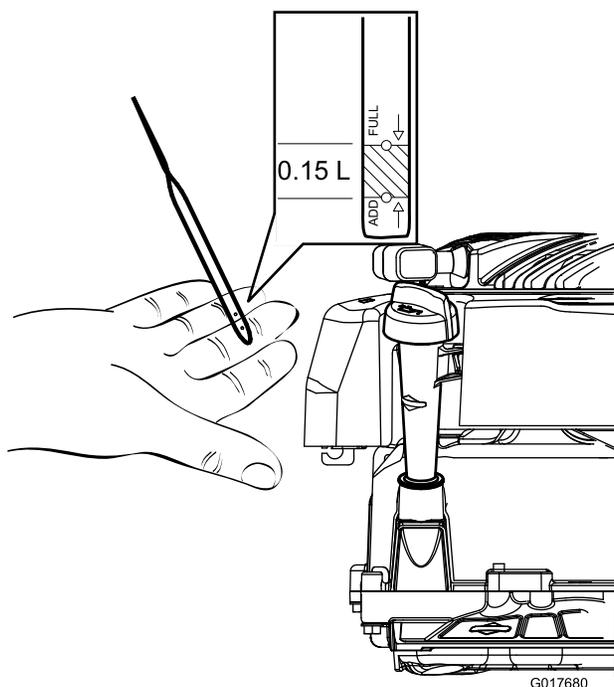

Figure 10
2. Ressortez la jauge et vérifiez le niveau d'huile (Figure 10). Si le niveau n'atteint pas le repère minimum (Add) sur la jauge, versez avec précaution une quantité d'huile suffisante dans le tube de remplissage pour faire monter le niveau jusqu'au repère maximum (Full). Après avoir fait l'appoint d'huile, patientez 3 minutes avant de contrôler le niveau d'huile avec la jauge (niveau max. : 0,59 l, type : huile détergente SAE 30, classe de service API SF, SG, SH, SJ, SL ou supérieure.)